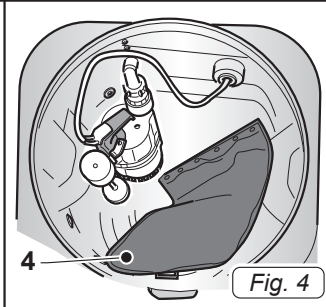
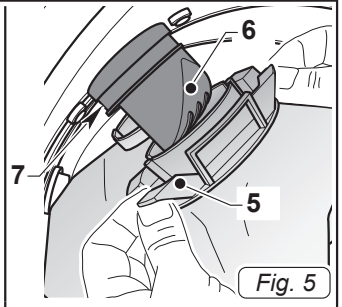

Fig. 4
Fig. 5
- Controlar la presencia del filtro de red (4 Fig. 4) en el interior del depósito.
- Si el filtro de red (4 Fig. 4) no está presente, montarlo de la siguiente manera: Deslice el anillo de plástico (5 Fig. 5) de la bolsa en el orificio (6 Fig. 5) hasta que oiga el clic del anillo de bloqueo en la ranura (7 Fig. 5).
- Retire el filtro de malla (4 Fig. 4).